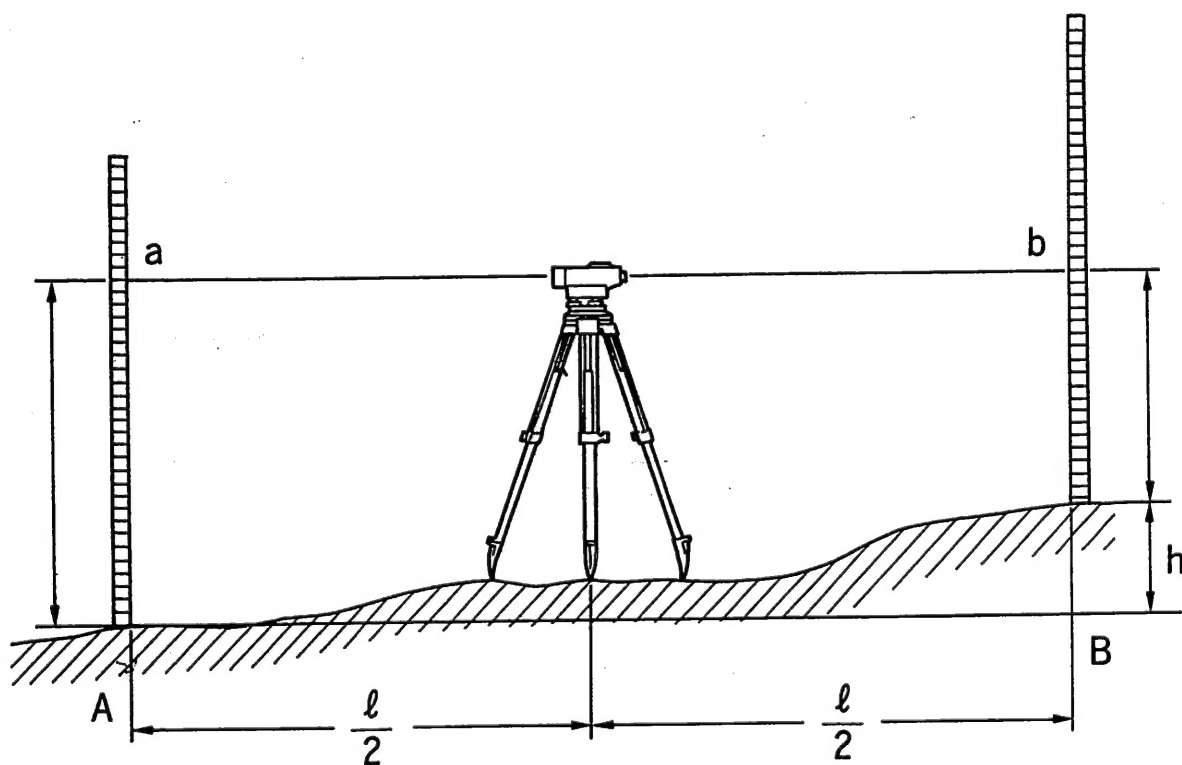

図4.1
- 1) 地点 AB のほぼ中央にレベルを据え付けます。この時スタジア線(P10参照)を使用すると便利です。(図4.1)